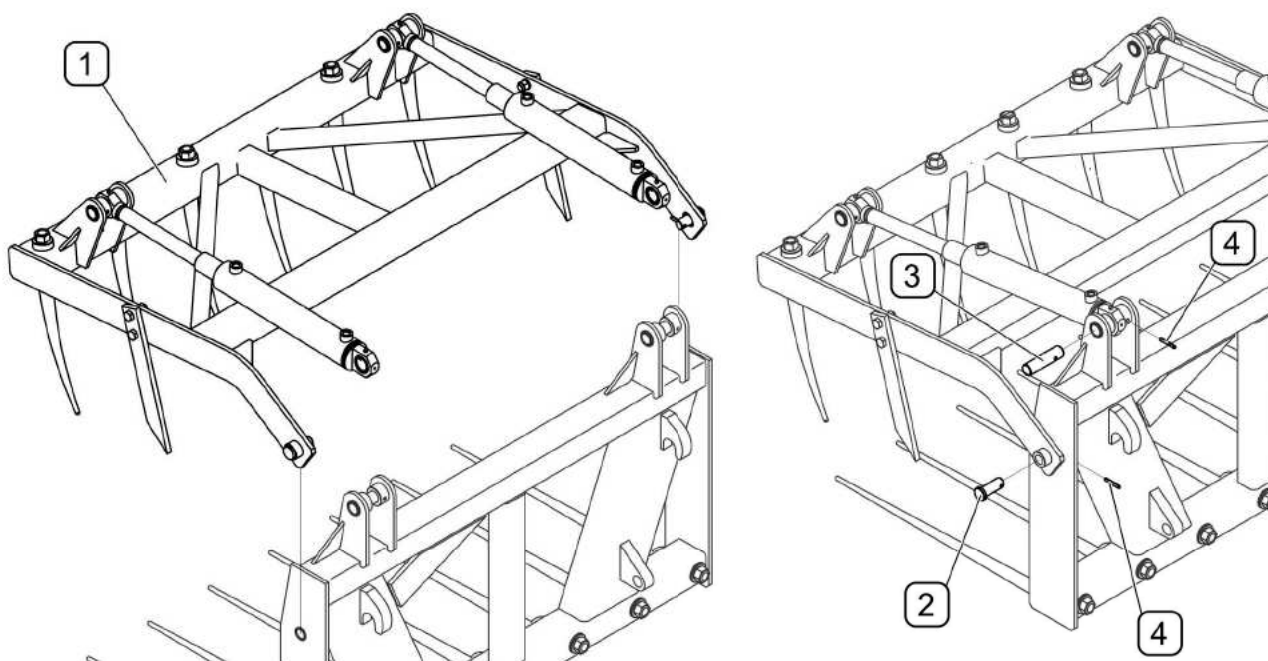

РИСУНОК 4.1А СМЕНА ФУНКЦИИ НАВОЗНЫХ ВИЛ НА ВИЛЫ С
Для того, чтобы преобразовать навозные вилы в вилы с захватом, необходимо установить на вилах специальную откидную раму (1) с гидроцилиндрами (РИСУНОК 4.1А). Открытие и закрытие откидной рамы требует третьей секции управления оборудованием погрузчика. Откидная рама крепится к раме вил при помощи шкворней (2) и блокируется штифтами (4). После того, как будет установлена откидная рама, необходимо закрепить на раме вил гидроцилиндры и заблокировать их штифтами (4). Гидропровода крепятся к раме. Демонтаж откидной рамы выполняется в обратной очередности.